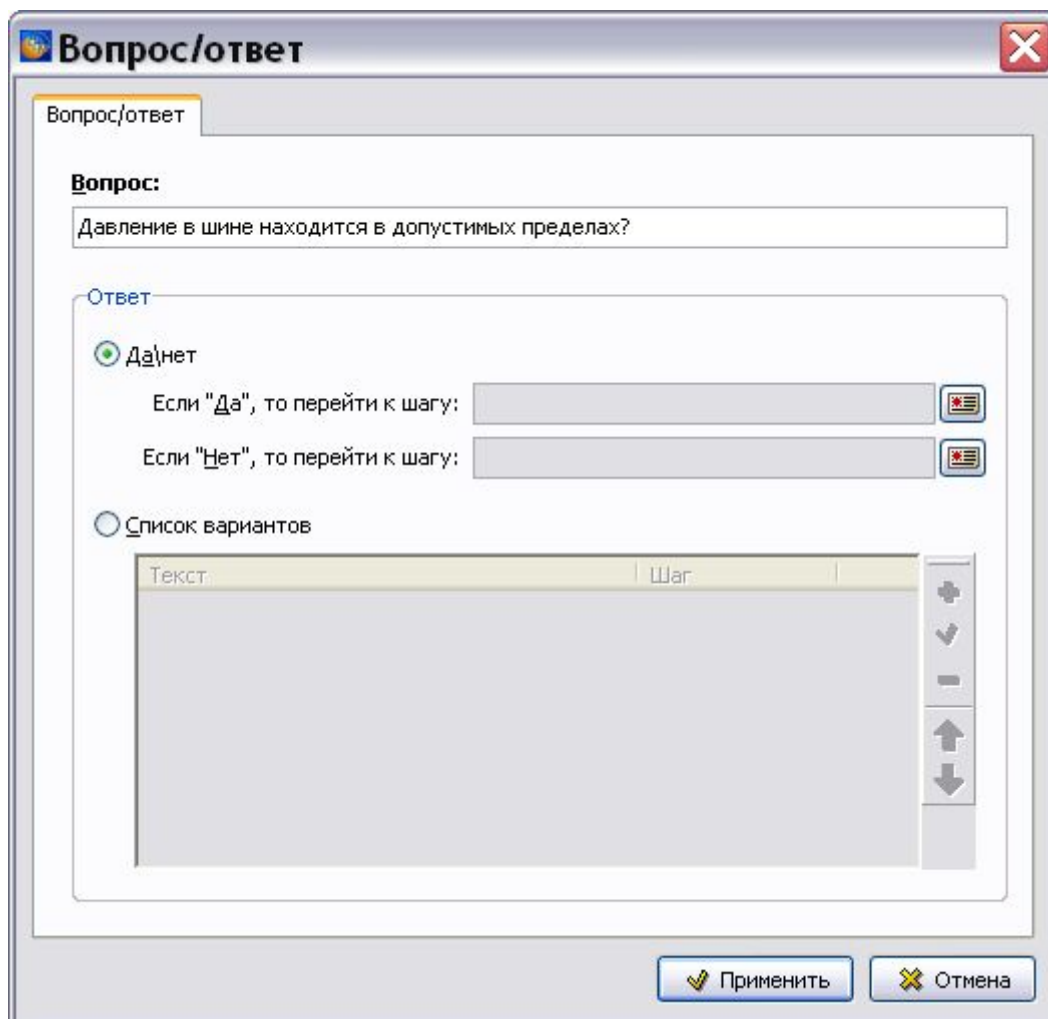

Рис. 6.37
18. Включите радиокнопку **Да\нет** (если она не была включена). При этом станут доступными поля для установки ссылки на шаг, к которому надо перейти при выборе соответствующего ответа (Рис. 6.37).